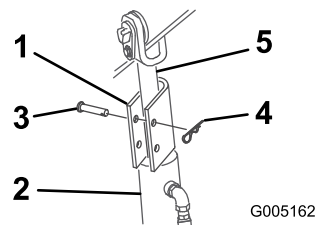

Figura 12
4. Coloque un bloqueo de cilindro sobre la barra de cada cilindro de elevación (Figura 12).
5. Fije el bloqueo de cilindro de cada brazo de carga con un pasador y una chaveta (Figura 12).